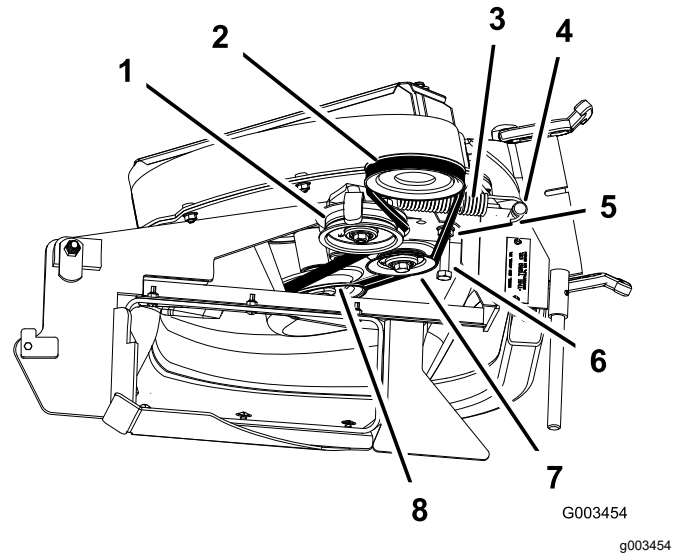

Figure 44
3. Desserrez le boulon du guide-courroie (Figure 44).
5. Faites passer la courroie neuve autour de la poulie de ventilateur (Figure 44).
7. Serrez le boulon du guide-courroie (Figure 44).
9. Placez la courroie sur la poulie de tension rappelée par ressort (Figure 44).